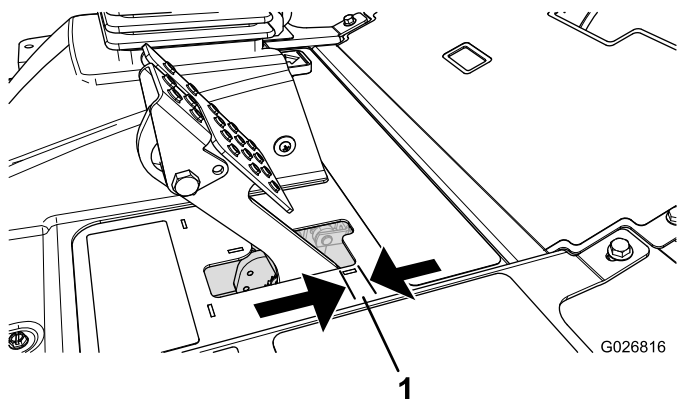

Figura 88
Ajuste os travões se o pedal do travão apresentar uma folga superior a 2,5 cm (Figura 88) ou quando os travões não funcionarem de forma eficaz. Folga é a distância percorrida pelo pedal antes de se verificar qualquer resistência ao movimento.
2. Aperte a porca traseira para deslocar o cabo para trás até que os pedais dos travões apresentem uma folga de 6,3 a 12,7 mm (Figura 88), antes de a roda bloquear.